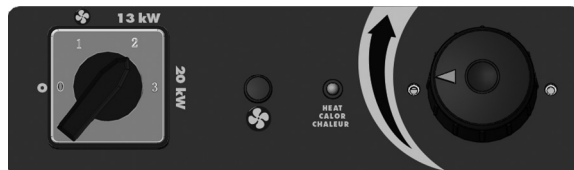

FIG. 1
**REMARQUE :** Cet appareil de chauffage est équipé avec un commutateur de limite de surchauffe qui peut provoquer l'arrêt de l'appareil. C'est indiqué par une alarme visuelle lorsque le commutateur de tension est en position « en marche » et que tous les indicateurs soient éteints. (figure 1) Vérifiez et enlevez la cause de la surchauffe avant de redémarrer l'appareil. L'appareil peut prendre jusqu'à 15 minutes à se refroidir avant de redémarrer.